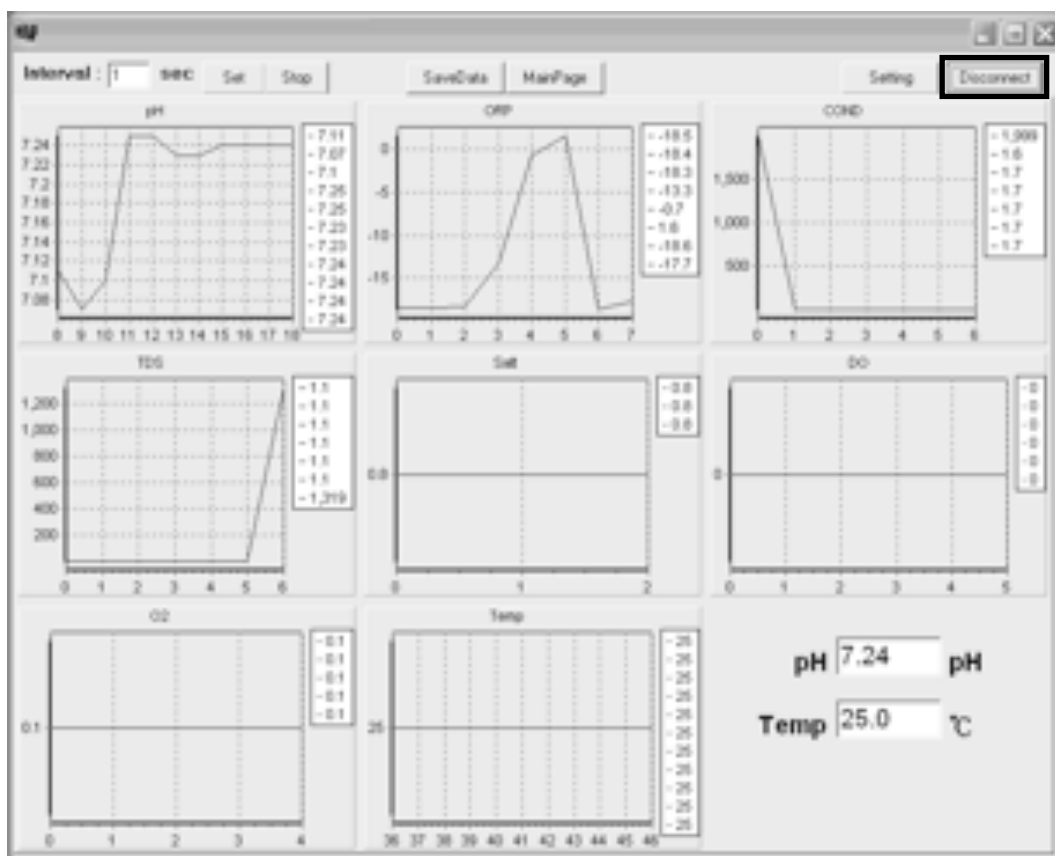

Рис.8
6. Нажмите кнопку **Connect** для подключения программы к устройству, начала считывания показаний и построения соответствующих графиков. Для отключения программы от устройства нажмите кнопку **Disconnect** (см.Рис.8).